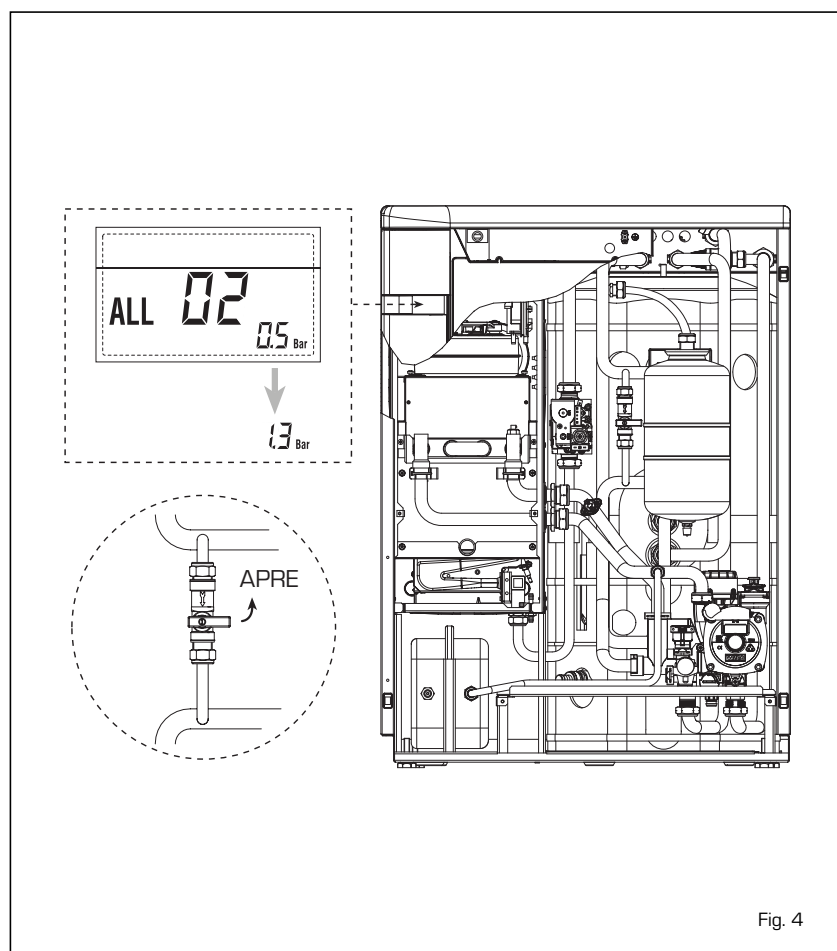

Fig. 4
2.5 FASE INIZIALE DI RIEMPIMENTO IMPIANTO (fig. 4)